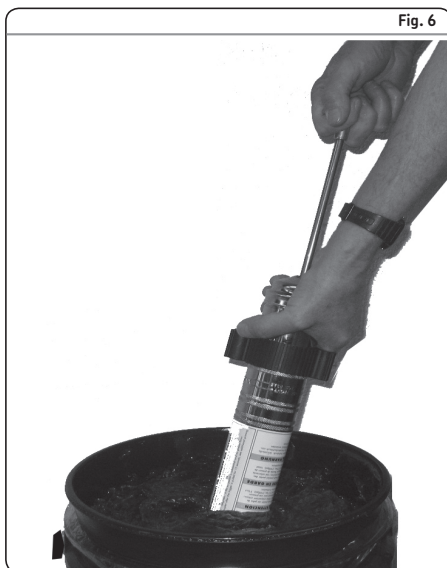

Fig. 6
- 3 Schuif het open einde van de vetbuis montage in het smeermiddel (→ fig. 6). Trek langzaam de volgerhendel terug terwijl u de vetbuismontage dieper in het smeermiddel duwt om te voorkomen dat luchtbellen in de vetbuis worden getrokken.